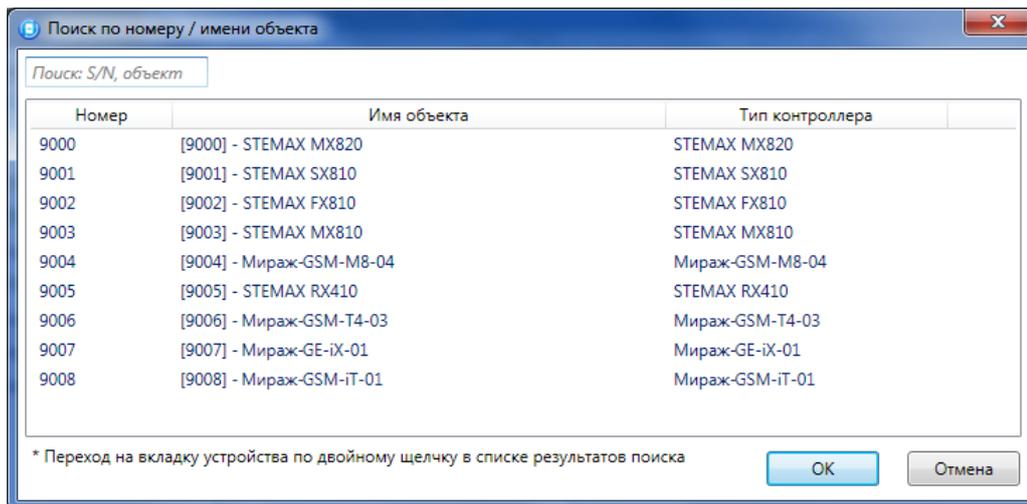

Рисунок 16.2 — Окно Поиск по номеру / имени объекта
2. В открывшемся окне «Поиск по номеру / имени объекта» отображается список добавленных в программу устройств (см. рисунок 16.2).